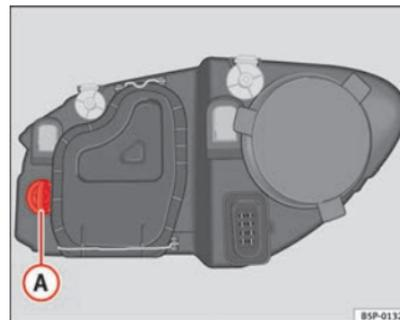

Fig. 163 Lampada luce indicatore di direzione
- Ruotare il portalamпада ⇒ fig. 163 **A** verso sinistra e tirare.